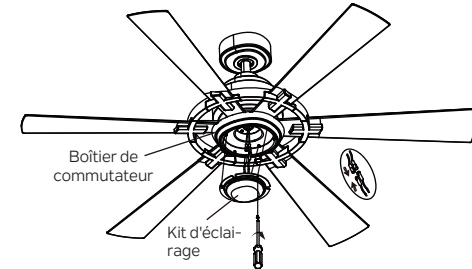

Fig. 22
**Étape 2.** Tenez le kit d'éclairage près du boîtier de l'interrupteur et raccordez les fils BLANC du kit d'éclairage et du ventilateur en poussant les connecteurs ensemble. Suivez la même procédure avec les fils NOIRS. (Fig. 22)
**Étape 3.** Rentrez soigneusement les raccordements dans le kit d'éclairage. Placez les deux trous de fente sur le kit d'éclairage sur les deux (2) vis précédemment desserrées depuis le boîtier de l'interrupteur. Faites pivoter le kit d'éclairage jusqu'à ce qu'il se verrouille en place à l'extrémité étroite des trous de clé. Fixez en serrant les deux (2) vis précédemment desserrées et celle précédemment retirée. (Fig. 22)